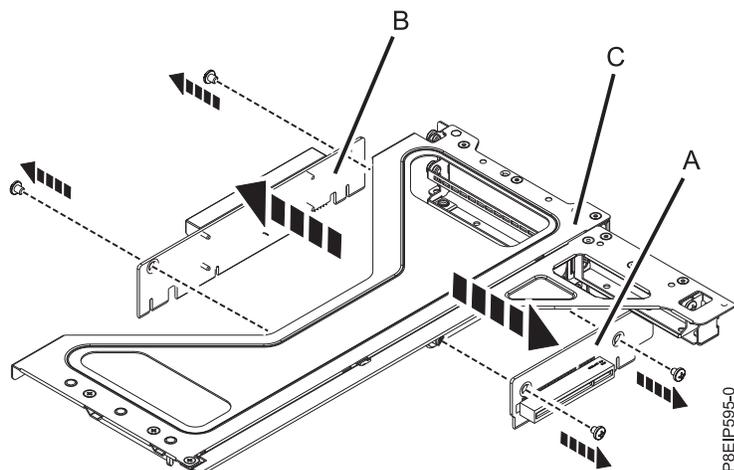

Figura 38. Removendo as placas riser PCIe do compartimento do adaptador
- Se for necessário remover as placas riser para as posições 3 (A) ou 4 ou 5 (B); remova os parafusos que prendem a placa riser PCIe ao compartimento (C) conforme mostrado na Figura 38.